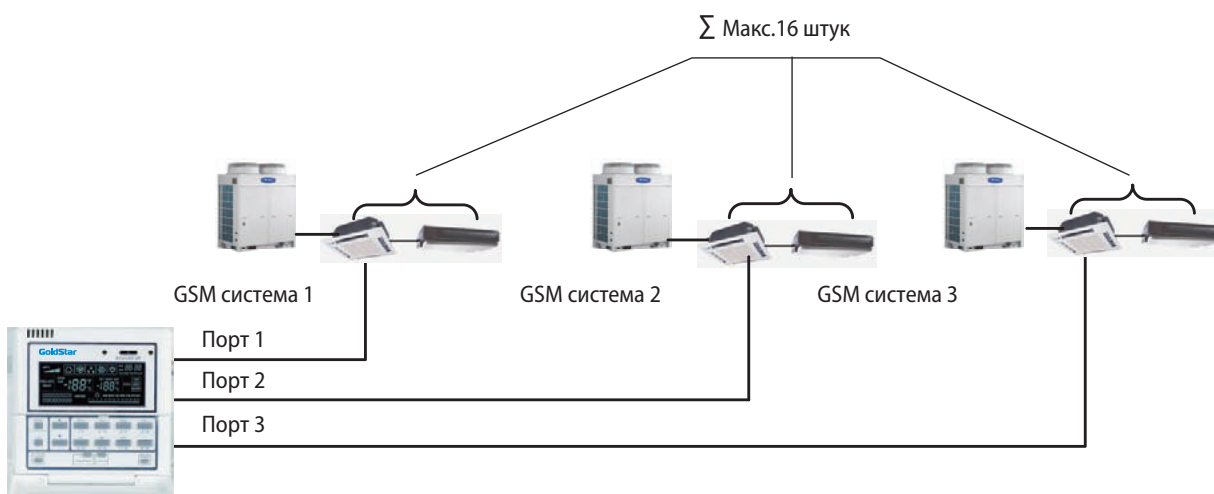

Рис. 6.18
6.3.7.1 К одному пульту CE50-24/E возможно подключение до 3-х наружных блоков систем GSM (рис. 6.18). Общее количество всех внутренних блоков должно быть не более 16 штук.